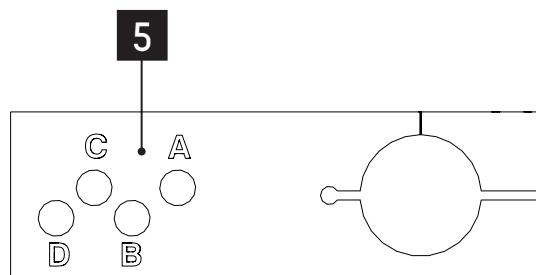

Fig. 26 - Detalj av fästpunkter på fjäderfästet
(1) Fjäderposition på fjäderfästet: märke: (5) ⇒ Fig. 26, sid 29.